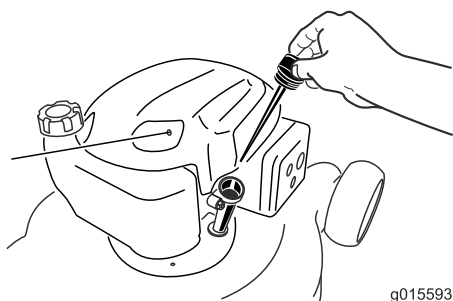

Рисунок 11
2. Извлеките щуп (Рисунок 11) и заполните маслом примерно 3/4 емкости картера через маслозаливную горловину.